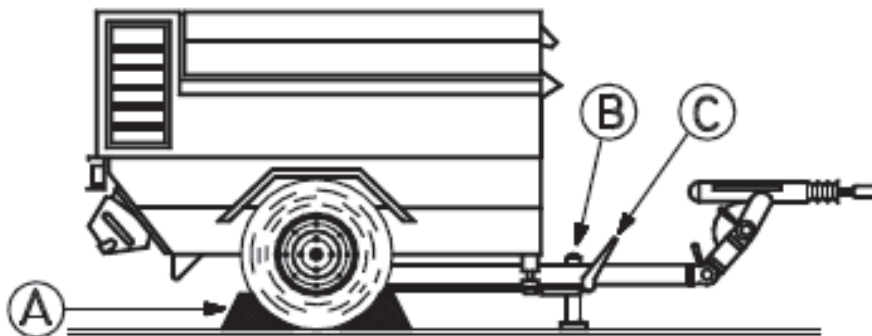

FIG. 7
-- 6-4) INSTRUȚIUNI DE PARCARE (Fig. 7)
Înainte de a deconecta aparatul de la camion sau de pe cârligul de ridicare, reglați înălțimea piciorului de sprijin (fig. 7 part B) sau a roții pivotant, astfel încât compresorul cu motor să fie poziționat în plan orizontal.